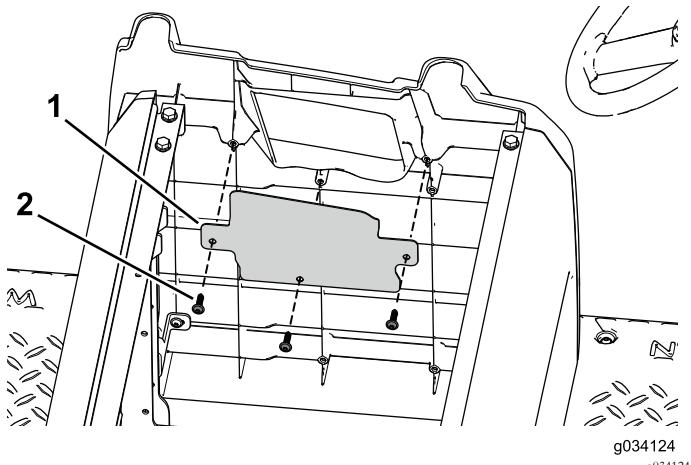

Figura 96
6. Utilice los 3 tornillos autorroscantes para sujetar la tapa de la abertura de la placa lateral (Figura 96).